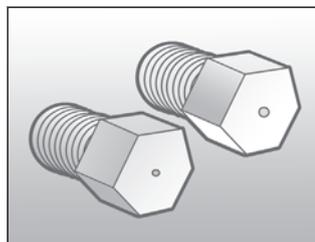

Fig. 2
• Verifique se junto com o produto estão os jogos de injetores (fig. 2) – são fornecidos jogos para os três tipos de gás de uso doméstico no Brasil: natural, manufaturado (nafta) e **GLP engarrafado (P-13) – este último já vem instalado no cooktop**. Veja também se estão presentes a fita de